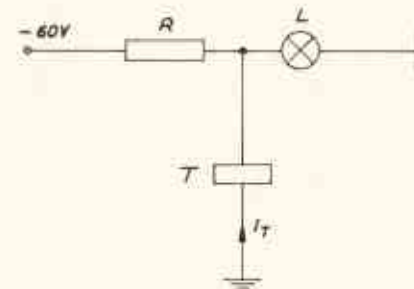

Abb. 2.6 – Stromlaufplan
1. Von nachstehender Fernmeldeschaltung (Abb. 2.6) betragen: